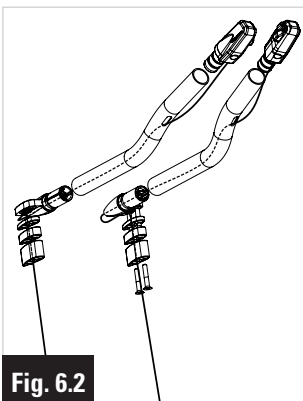
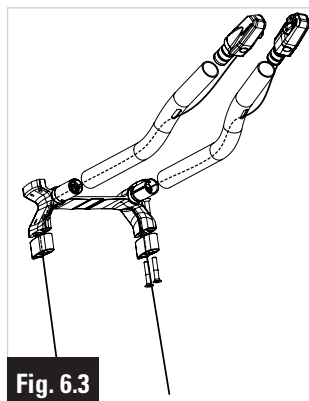

Fig. 6.2
Fig. 6.3
- 2- **Routing dei fili elettrici nelle prolunghe** (passaggio facoltativo, vedere riquadro Routing delle prolunghe all'esterno). Far passare i connettori dei comandi cambio negli oblunghi delle prolunghe. Attraversare il supporto prolunga, poi le tacchette di regolazione (Fig. 6.2). Se si utilizza il BRIDGE, uscire direttamente dagli oblunghi inferiori del BRIDGE (Fig. 6.3).